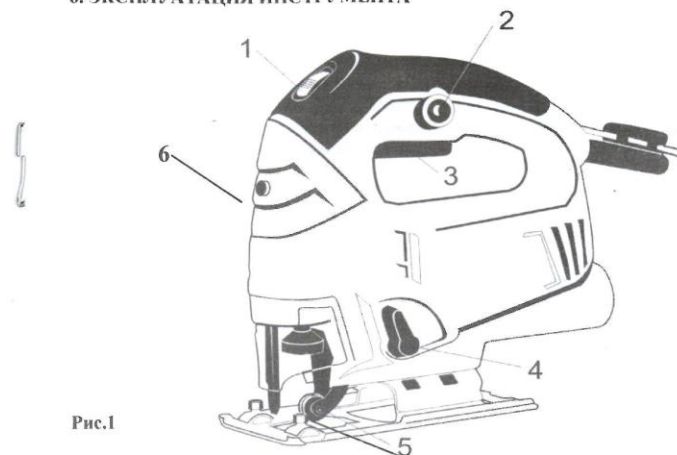

Рис.1
10. ЭКСПЛУАТАЦИЯ ЭЛЕКТРОЛОБЗИКА (Рис.1)